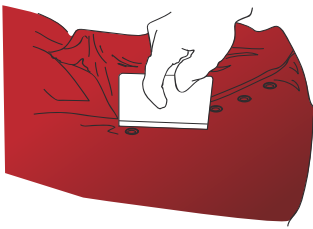

Abbildung 25
- › Danach mit dem ROLLRIV-Roller über die Folie fahren, um diese auf der gesamten Nietenfläche anzubringen. Anschließend ist die Folie um die Niete herum mit der Rakel (Abb. 25) oder mit dem Daumen anzudrücken.